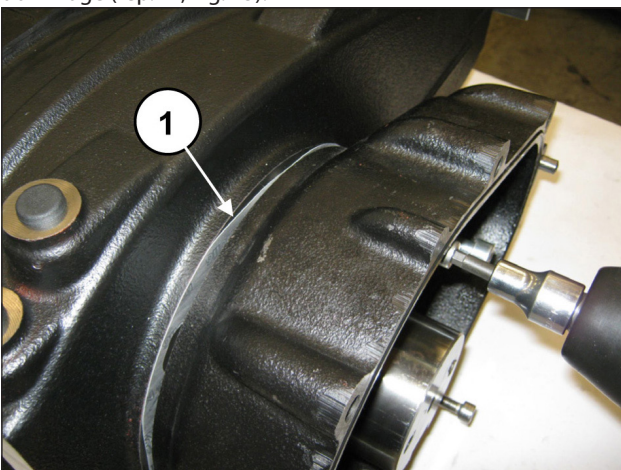

Fig. 24
Visser progressivement les 3 vis M8 (rep. ①, Fig. 24) pour éviter que le boîtier ne s'incline trop et ne se bloque dans son logement.